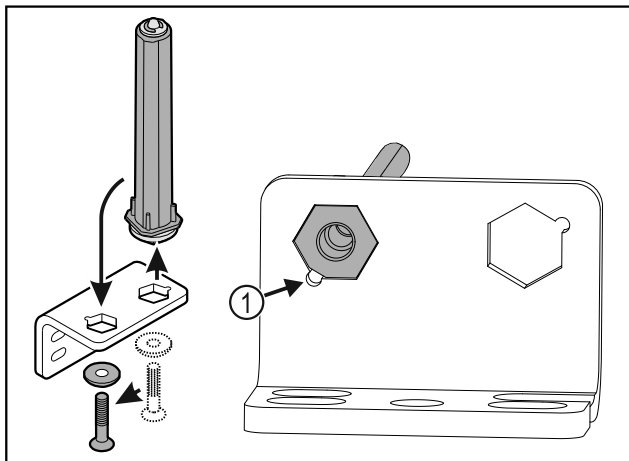

Fig. 25
- ▶ Dbajte na to, aby pri nasadzovaní ukazoval úkos čapu Fig. 25 (1) k okrúhlemu otvoru.